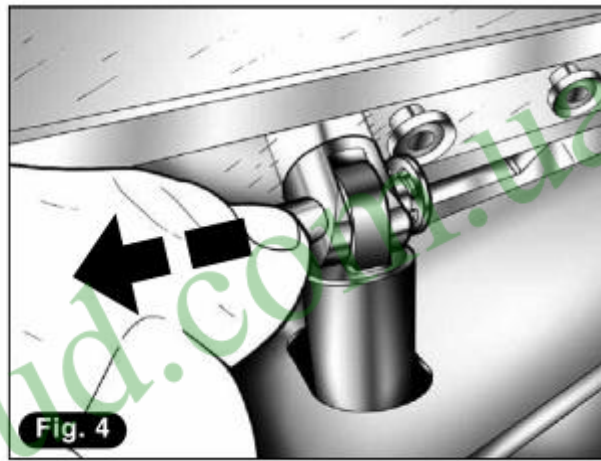

Fig. 4
4) Положите новое тефлоновое покрытие, отрезав лишний материал по краям (рис.4).
- 3) Выдерните штифт и наклоните крышку обратно, положив его на устойчивую поддержку (рис. 4).
- 1) Снимите заднюю панель, ослабив винты крестовой отверткой (рис. 4).